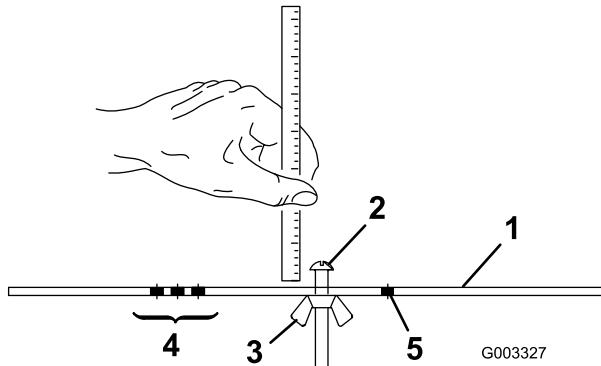

Figura 19
- Allentate il dado sulla barra di riferimento (Figura 19) e regolate la vite di regolazione secondo l'altezza di taglio desiderata. La distanza tra l'estremità inferiore della testa della vite e la parte frontale della barra corrisponde all'altezza di taglio.